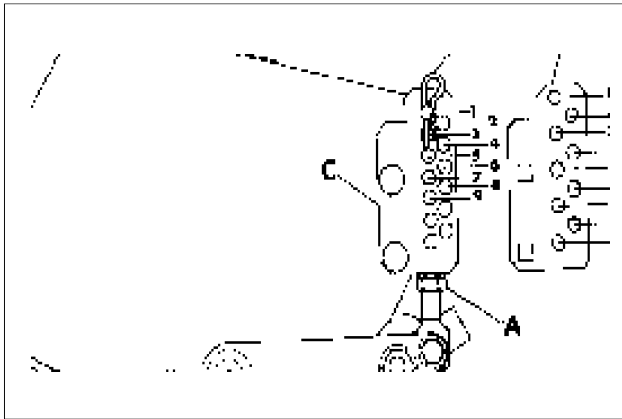
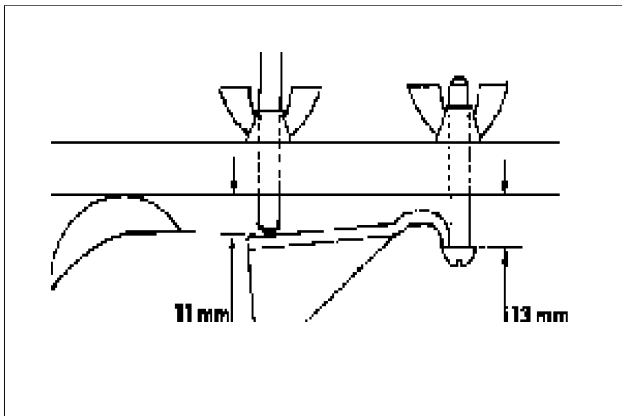

Fig.21
Fig.22
3. Using the setting bar set as Fig.22, release then locknuts by removing the 'R' clip and move the barrel and pin away from the carriage plate and rotate in the required direction to align underside of setting bar screw head with the bottom blade lip. When the roll has been set, tighten locknut, locate pin in top hole of carriage plate and replace 'R' clip
3. Haal met behulp van de overeenkomstig Afb. 22 ingestelde instelbalk de borgmoeren los door de R-clip (B in Afb. 21) te verwijderen en de trommel en de pen uit de sledeplaat te trekken en draai het geheel zodanig dat de onderkant van de boutkop van de instelbalk in lijn met de snijkant van het onderste mes ligt. Zet als de rol is ingesteld de borgmoer vast, plaats de pen in het bovenste gat van de sledeplaat en breng de R-clip weer aan.